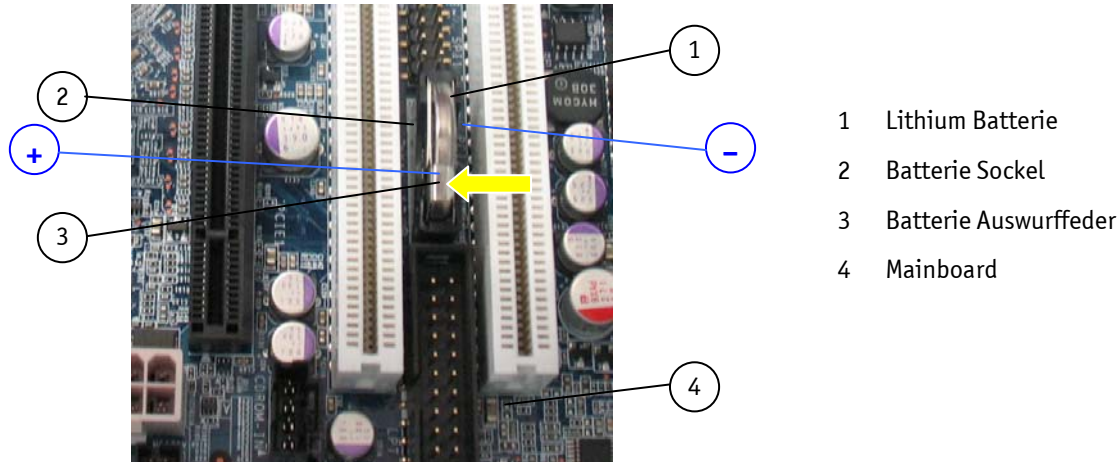

Abb. 44: Platzierung der Lithium Batterie (im Bild Detail KTQ45/Flex)
5. Achten Sie dabei auf die Polarität der Batterie; siehe Abb. 44.